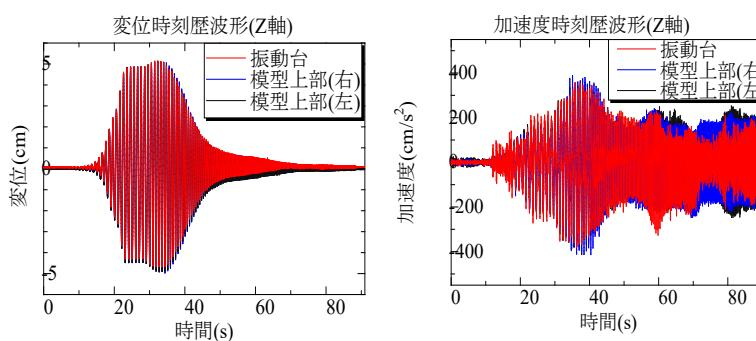
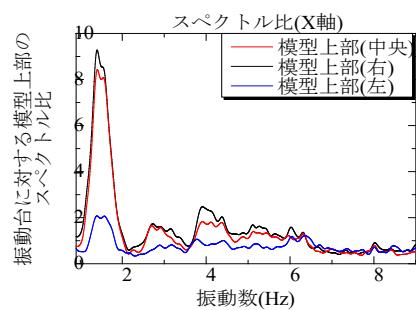

図2 変位（左）及び加速度（右）時刻歴波形（Z軸）
図3 振動台に対する上部構造のスペクトル比
- 本実験では、Z軸方向での変位時刻歴波形及び加速度時刻歴波形では振動台と模型上部の波形にあまり差がない（図2）。ことから、本模型ではZ軸方向への変位及び加速度は共に十分には抑えられていないが、X軸方向では振動数1.5 Hz付近で変位及び加速度は共に抑えられている（図3）。